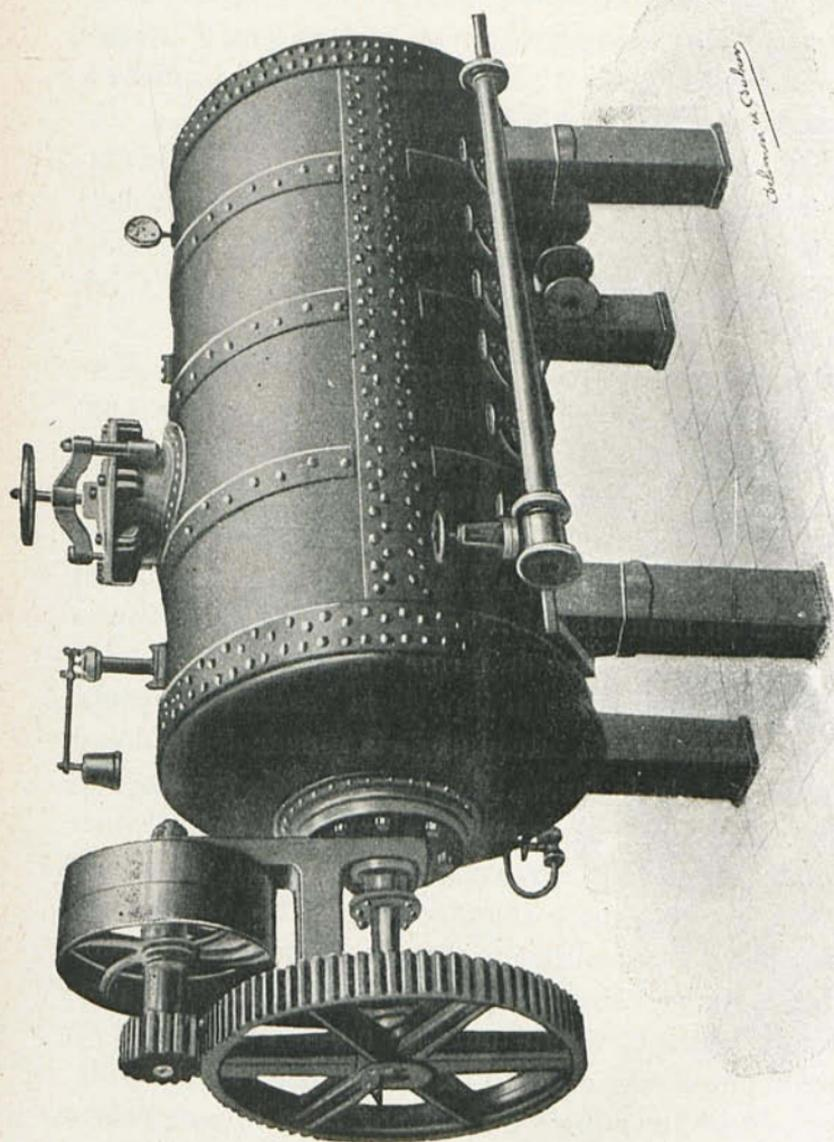

FIG. 60. — Cuisseur horizontal.
*Emploi des tubercules de manioc séchés.* — Les tubercules séchés sont passés dans des écraseurs spéciaux, d'où ils sortent réduits en farine. La farine se travaille dans un cuiseur horizontal muni d'un agitateur (*fig. 60*). Par 100 kilogrammes de farine de manioc à travailler, on introduit 3 hectolitres d'eau à 80° dans le cuiseur. On met l'agitateur en mouvement. Puis on verse la farine lentement. Après chaque sac de farine versé, on ajoute 1 kilogramme de malt vert qui liquéfie la masse et empêche l'agitateur de caler. On introduit de la vapeur dès le début du versement de la farine. Celui-ci une fois terminé, on continue à chauffer et on monte ainsi à 80°, température à laquelle on s'arrête dix minutes. La masse étant bien liquéfiée, on continue à chauffer jusqu'à l'ébullition. On ferme alors le trou d'homme et on pousse la pression jusqu'à 2 atmosphères. On maintient cette pression pendant une heure et demie puis on monte à 2 1/4-2 1/2. On reste une heure et demie à 2 atmosphères et demie, puis on lâche le contenu du cuiseur dans le macérateur comme dans le travail des tubercules frais.